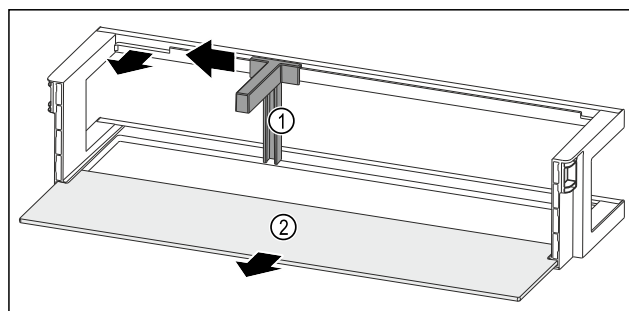

Fig. 237 Balconnet de contre-porte avec range-bouteilles et tablette de rangement
- Pousser le range-bouteilles Fig. 237 (1) sur le côté jusqu'à l'évidement.
- Retirer le range-bouteilles Fig. 237 (1).
- Retirer la tablette de rangement Fig. 237 (2).